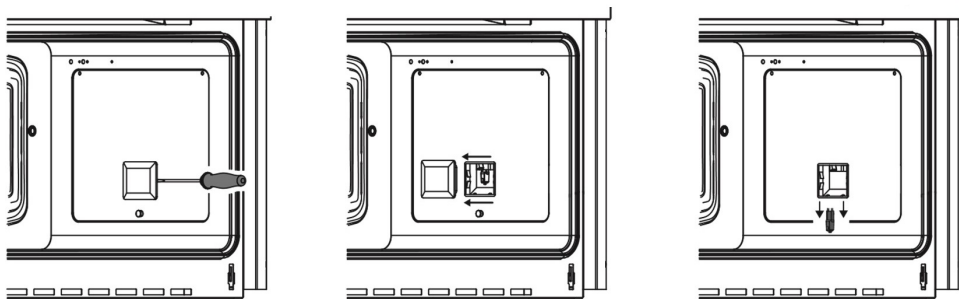

Fig. 14
- prendere un cacciavite a taglio e fare leva sotto la lampada di vetro (fig. 14.)